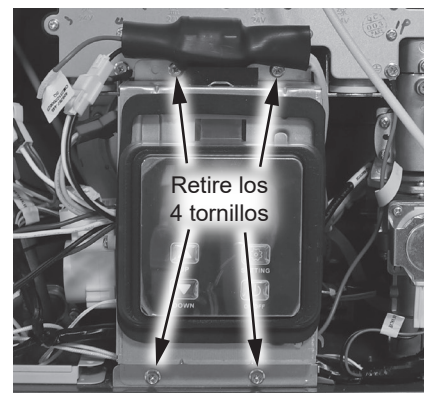

Figura 180 - Retiro de los tornillos del UIM y del soporte
- 11 Ubique el Módulo de interfaz de usuario (UIM) y el soporte. Retire los cuatro tornillos que fijan el soporte al calentador de agua. Deje los tornillos a un lado en un lugar seguro para volver a instalarlos. Consulte la Figura 180.